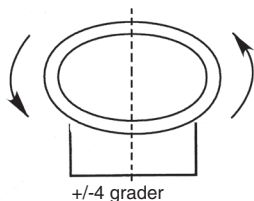

Fig. 3A
4. Bruk veggfestet som mal, merk punkter for skru hull og bor hullene. Bruk passende skruer og ev. plugger. Strålekasteren skal monteres slik at den henger stabilt! Plasser strålekasteren horisontalt ( $\pm 4^\circ$ ) (Fig. 3A).